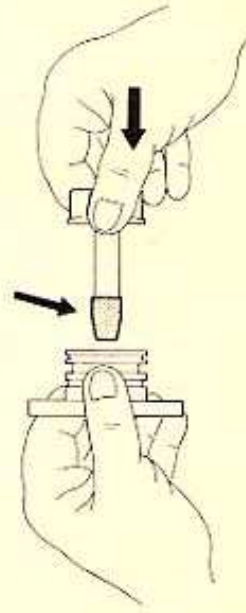

FIG. 31
- 3) Usando l'apposita busta (cod. 05.0258.0) per non danneggiare i paraoli precedentemente montati, infilare l'alberino con girante (fig. 31) spingendolo fino a fondo.